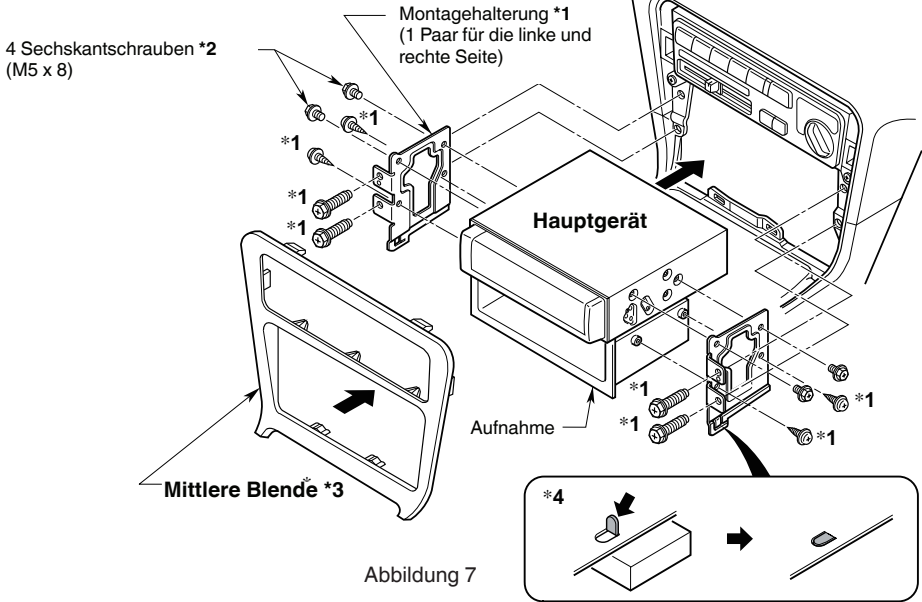

Abbildung 7
Wenn das Fahrzeug werkseitig mit einem Radio ausgestattet ist, verwenden Sie zum Einbau des Hauptgeräts die mit (*2) gekennzeichneten Teile und Schrauben. (Abbildung 7)
3. Schließen Sie die Kabel wie in Abbildung 7 (siehe Seite 33) dargestellt an.